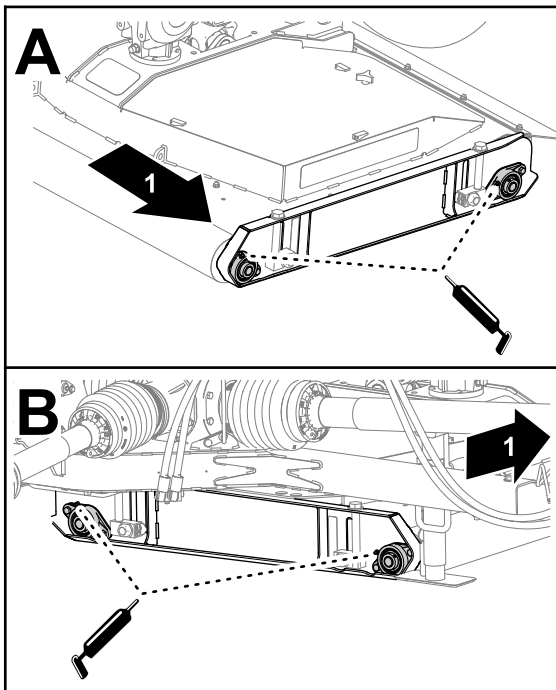

Figura 50
1. Aplique o lubrificante especificado nos rolamentos do rolo da plataforma no lado esquerdo na plataforma (Figura 50).
2. Lubrifique os rolamentos do rolo da plataforma no lado direito na plataforma (Figura 50).